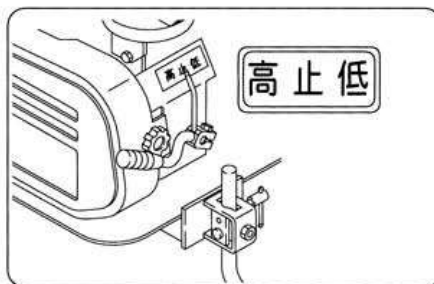

図18
3) 変速のしかた (図18)
- ① チェンジレバーの操作により前進2段の速度が得られます。